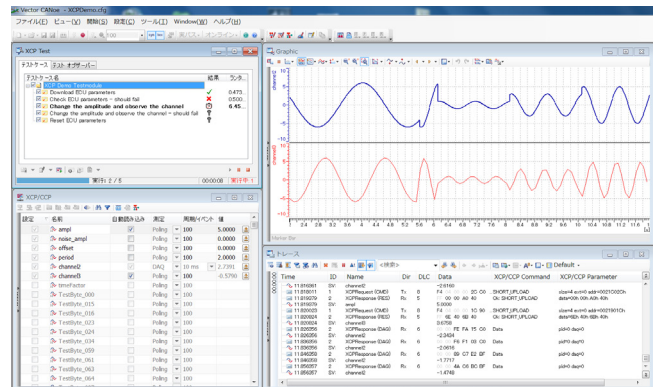

図 2. CANoe.XCP の GUI
ケーヒンは、冒頭で述べた (1) から (4) の機能を単一の環境に統合し、ECU ソフトウェアのテストに要するコストと時間を節減しようと、ベクターの CANoe.XCP を導入しました (図 2)。CANoe.XCP は CANoe のオプション製品で、XCP を介した ECU メモリへのアクセス機能が CANoe に追加されます。アクセスしたい ECU の内
表紙画像、図 2：ベクター・ジャパン株式会社